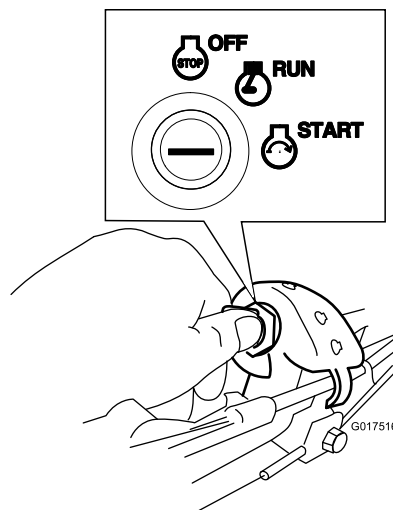

Рисунок 19
- **Ключ зажигания** Поверните ключ зажигания в положение Start (Запуск) и удерживайте в этом положении (Рисунок 19); когда двигатель запустится, отпустите ключ.
1. Поверните ключ зажигания в положение Run (Работа) Рисунок 19